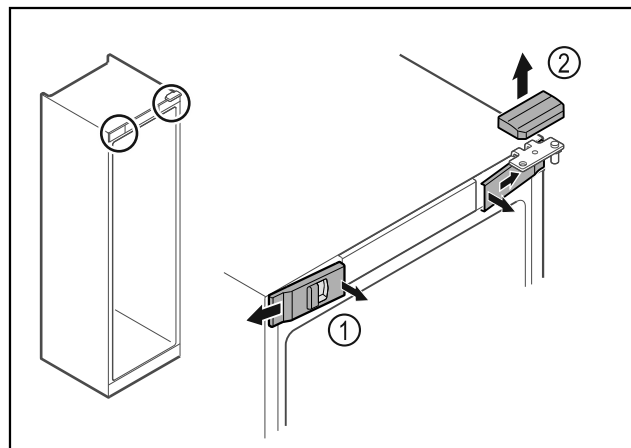

Fig. 9
- ▶ Vordere Abdeckungen Fig. 9 (1) innen ausrasten und zur Seite abnehmen.
- ▶ Obere Abdeckung Fig. 9 (2) nach oben abnehmen.